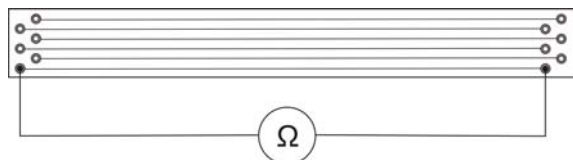

Fig. 1: Configuração da experiência
- Conecte o multímetro a os conectores do fio de constantan que tem o diâmetro mais pequeno (ver fig. 1).
- Configure a experiência conforme a fig. 1.